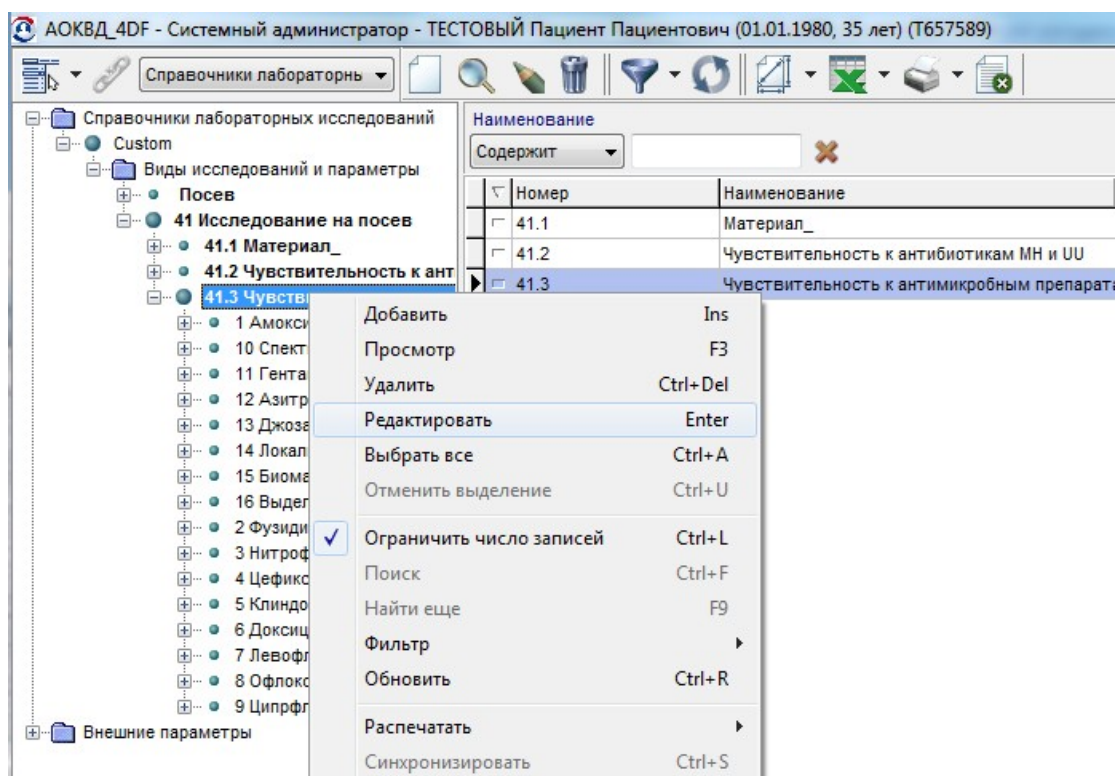

Рисунок 19.8. Подгруппа для новой методики
5. Выбрать подгруппу, в которой будет создана новая методика, и нажать кнопку **Редактировать** или выбрать соответствующий пункт контекстного меню (рис. 19.8).